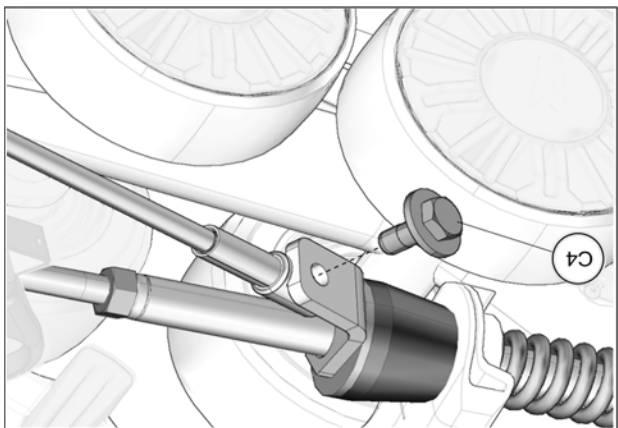

Fig. 26
17. Tourner légèrement le volant dans le sens contraire jusqu'à ce que le câble puisse être fixé à la plaque de support en utilisant le boulon (C4) fourni. Serrer à un couple de 35 N•m [24 lb•pi]. Voir la Fig. 26. Effectuer le même exercice du côté droit.